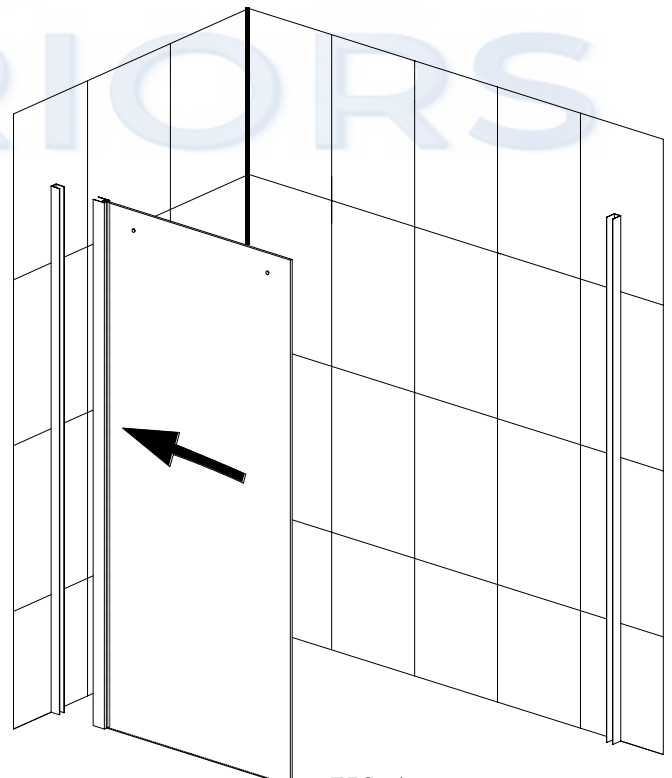

FIG. 4
- 4) Conectați ușa de sticlă fixă din față (11) cu profilul de conectare a peretelui stâng. conform Fig. 4